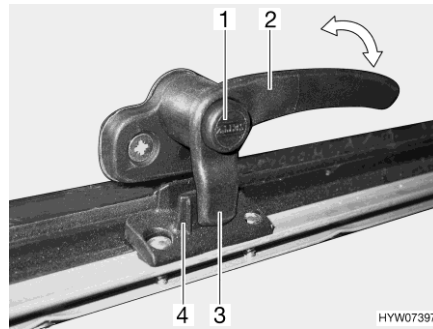
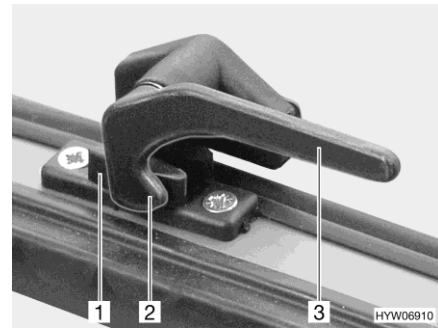

Bild 118 Verriegelungshebel mit Sicherungsknopf in Stellung "geschlossen"
Bild 119 Verriegelungshebel in Stellung "geschlossen"
- Wenn vorhanden, Sicherungsknopf (Bild 118,1) drücken und gedrückt halten.
- Alle Verriegelungshebel (Bild 118,2 oder Bild 119,3) eine viertel Umdrehung zur Haubenmitte hin drehen.
- Alle Verriegelungshebel (Bild 118,2 oder Bild 119,3) eine viertel Umdrehung zum Rahmen hin drehen. Die Verriegelungsnase (Bild 118,3 oder Bild 119,2) liegt auf der Innenseite der Haubenverriegelung (Bild 118,4 oder Bild 119,1).
- in Stellung "fest verschlossen" (Bild 118 und Bild 119)